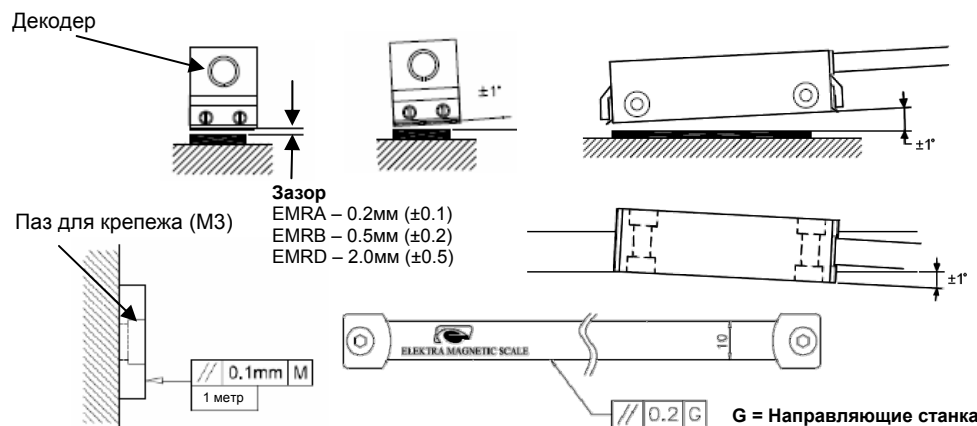

Рисунок 2
**Декодер:** Стандартный зазор между декодером и линейкой должен быть в соответствии с данными в таблице на Рисунке 2. Прилагается пластиковая прокладка для простоты установки системы. См. Рисунок 2 относительно других требований.